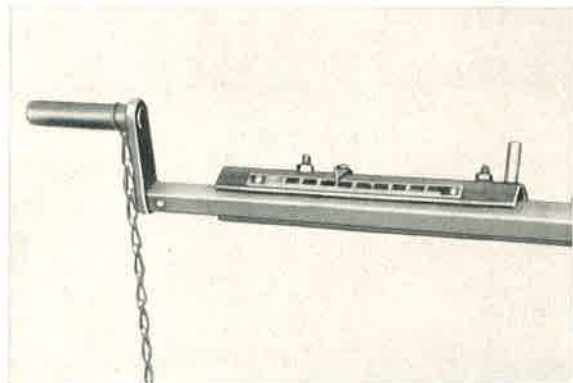

Bild 452: Nach der Nulleinstellung auf der Skala wird der Wagen vorgezogen bis die Ketten freikommen.
4. Vorspur-Maß auf 0 mittels der verschiebbaren Skala einstellen (Bild 452).